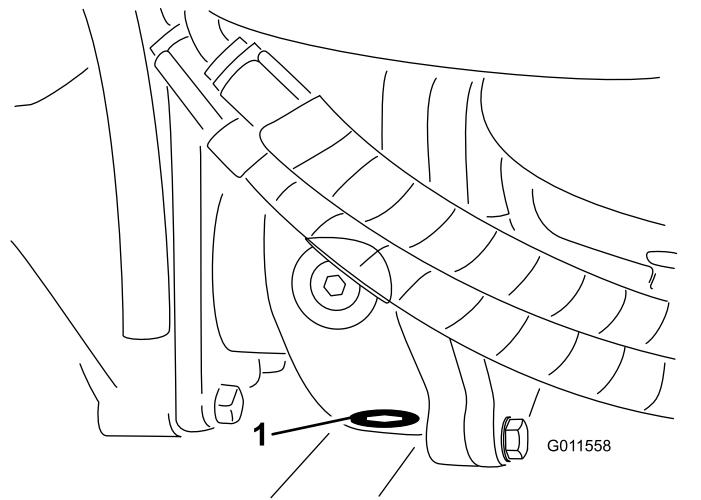

Figure 91
5. Nettoyez la surface autour du bouchon de vidange au bas du boîtier d'engrenages (Figure 91).